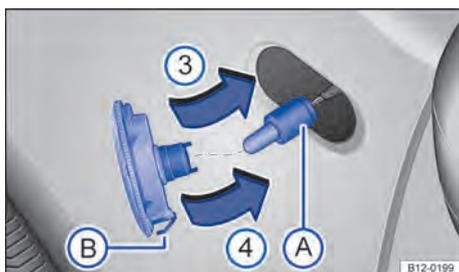

Fig. 154 Lanterna lateral dos indicadores de direção: substituir a lâmpada incandescente.
4. Puxar o suporte da lâmpada com a lâmpada para fora em linha reta → Fig. 154 A.
8. Encaixar a lanterna lateral dos indicadores de direção com o lado que fica para a frente do veículo, na carroceria → Fig. 154 ③ e pressionar para dentro da carroceria ④, até que amola B encaixe de modo audível.